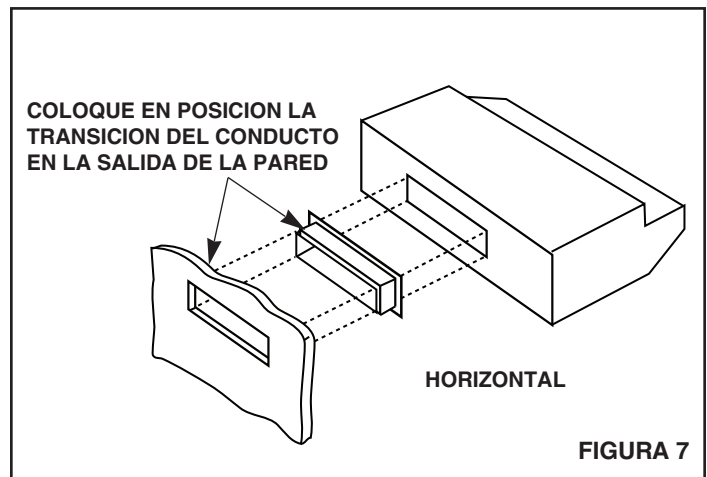

FIGURA 7
**Para una instalación de descarga horizontal refiérase a la FIGURA 7**. Si está utilizando el transición del conducto de 8,26 cm x 25,40 cm (3/4" x 10"), asegúrelo a la campana. Asegúrese de que la aleta más húmeda funcione completamente y libremente. Si no, quitar la aleta más húmeda o hacer modificaciones necesarias a la instalación para asegurar la operación completa y libre de la aleta más húmeda.
4. Alinee las ranuras de montaje de la chivetero de la campana sobre los cuatro (4) tornillos parcialmente instalados.